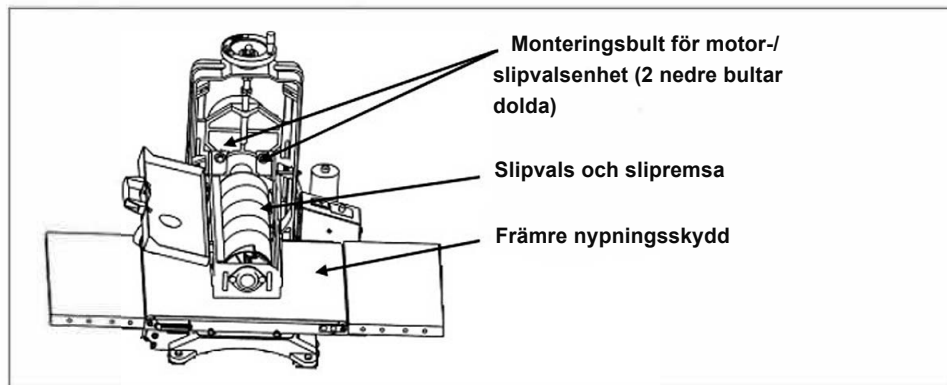

Fig 6
3. Lösa monteringsbultar för motor/slipvalsaggregat. Kontrollera att de fyra bultarna – två övre och två nedre – är åtdragna och dra åt vid behov. (Se fig 6)